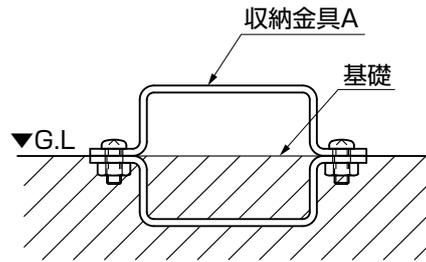

図4-14
- ②収納金具Aを基礎に埋込んでください。（図4-14参照）